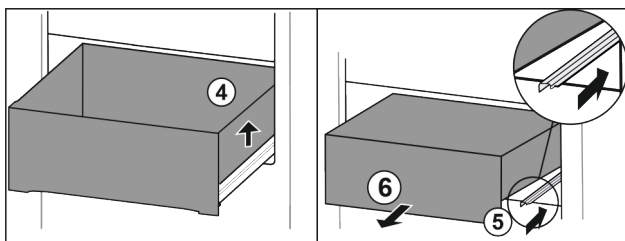

Fig. 93
- ▶ Unieść szufladę po prawej. Fig. 93 (4)
- ▶ Wsunąć prawą szynę. Fig. 93 (5)
- ▶ Wyjąć szufladę do przodu. Fig. 93 (6)